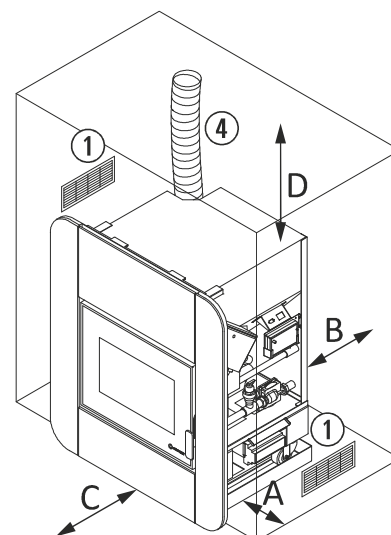

Figura 3
4.19. Verifichi gli spazi tra la caldaia, il combustibile e qualunque tipo di materiale infiammabile, controlli nella figura 3.